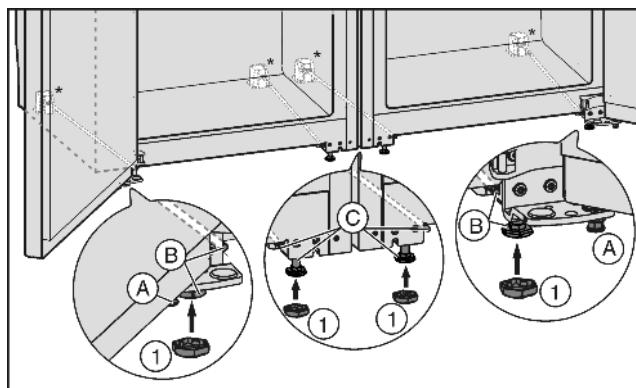

Fig. 4
- ▶ При необходимости полностью закрутите установочные ножки *Fig. 4 (A)* с передней стороны обоих устройств, чтобы они не касались пола.
- ▶ Насадите колпачки *Fig. 4 (1)* на четыре передние установочные ножки.
- ▶ Закрутите средние установочные ножки Fig. 4 (C), чтобы они не касались пола.
- ▶ Выровняйте комбинацию с помощью внешних установочных ножек Fig. 4 (B).
- Опустите средние установочные ножки *Fig. 4 (C)* пока они не соприкоснутся с полом.
- После этого подоприте подпорками дверь: Опустите установочные ножки *Fig. 4 (A)* на опорном кронштейне до их соприкосновения с полом, после этого поверните их на 90°.